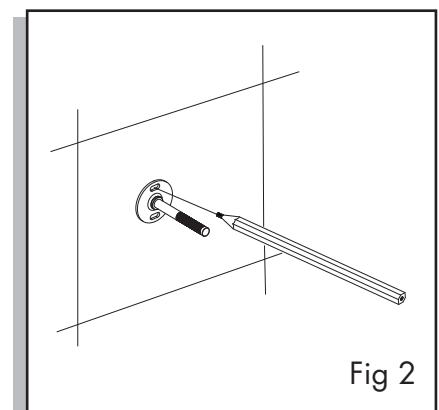

Fig 2
2. Locate where you want to install the slide bar. Use the top post as a template and mark locations on shower wall using pencil (Fig 2).
- Determine dónde quiere instalar la barra. Use el montante como patrón y marque con lápiz sobre la pared el lugar donde desea instalarla (fig. 2).
- Déterminer l'endroit où sera installée la barre coulissante. Utiliser la fixation pour vous guider et marquer l'emplacement sur le mur de la douche avec un crayon à mine (fig. 2).
2. The flow controller/check valve is located at opening of handshower handle and has a different color plastic housing than the handshower conical threads (Fig 2). Use needle-nose pliers to grasp the flow controller/check valve and pull the flow controller/check valve out. Take care not to use excessive force when grasping perimeter edge of the flow controller/check valve so as to avoid damage (Fig 2 & 3).
2. El regulador de caudal y la válvula de control se encuentran en el hueco de la manija de la ducha de mano y tienen una funda de plástico de un color distinto al de las roscas de la sección cónica de la ducha de mano (fig. 2). Use unos alicates de extremos finos para sujetar el regulador de caudal y la válvula de control y sacarlos. Procure no forzar excesivamente al sujetar el borde del regulador de caudal y válvula de control para no dañarlos (fig. 2 y 3).
2. Le régulateur de débit/clapet de non-retour est situé à la base de la poignée de la douche à main et le boîtier de plastique est de couleur différente des filets (fig. 2). Saisir le régulateur de débit/clapet de non-retour avec une pince à bec effilé pour le retirer. Prendre soin de ne pas exercer une force excessive en saisissant le bord pour ne pas endommager le régulateur/clapet (fig. 2 et 3).